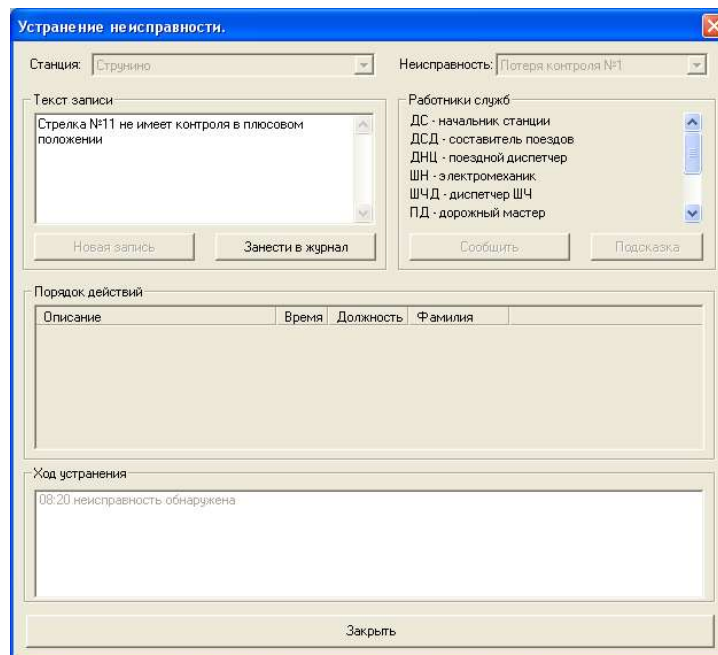

Рис. 2. Занесение записи в Журнал осмотра.
2. Далее в окне «Устранение неисправности» в поле «Текст записи» (рис. 2) сделать соответствующую запись о неисправности и нажать на кнопку «Занести в журнал». Таким образом, эта запись будет зафиксирована в Журнале осмотра.
Если Вам необходимо сделать дополнительную запись в Журнале осмотра, в окне «Устранение неисправности» в поле «Текст записи» (рис. 2) нажмите кнопку «Новая запись».